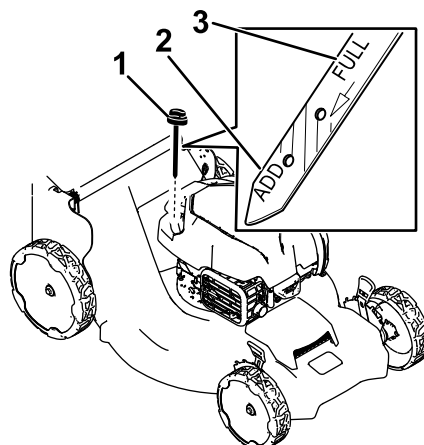

図 22
3. キャップを左に回してディップスティックを抜き取る 図 22。